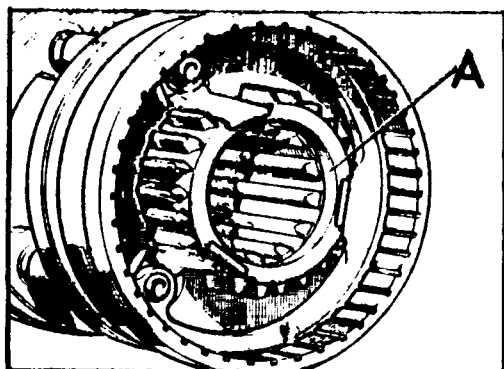

Fig. C-91 Mecanismo sincronizador
- 3.3. Montar el conjunto sincronizado en el eje principal, con la zona rebajada del núcleo interior hacia el piñón de 3a velocidad (Fig. C-91).